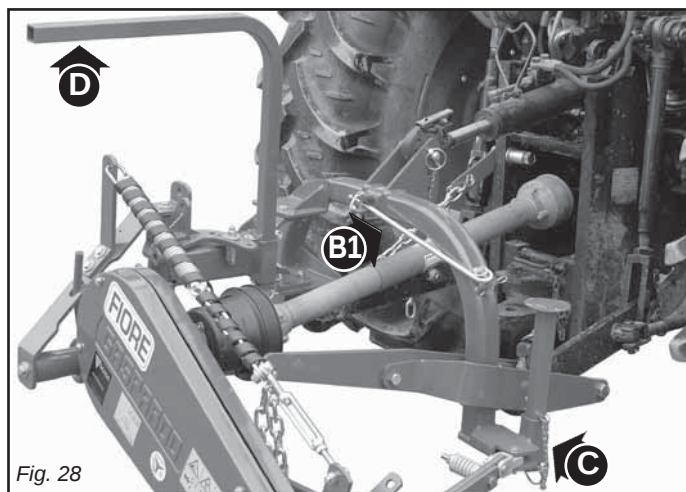

Fig. 28
- Rimuovere i puntelli di sostegno (C e D, Fig. 28) e rimontarli capovolti nelle proprie sedi.
- Sfilare il gancio di sicurezza e riporlo nell'alloggiamento superiore del telaio (B1, Fig. 28).